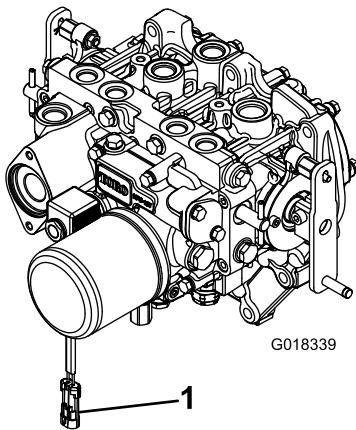

図 3
- PTO クラッチを誤って作動させることのないように、PTO用ソレノイドバルブコネクタから、ワイヤーハーネスのコネクタを外しておくこと 図 3。
8. 駆動シャフトの反対側の端部をアタッチメントのギアボックスのシャフトに固定し終わったら、ワイヤハーネスの電気コネクタをPTO ソレノイドバルブのコイルのコネクタに接続する図 3。